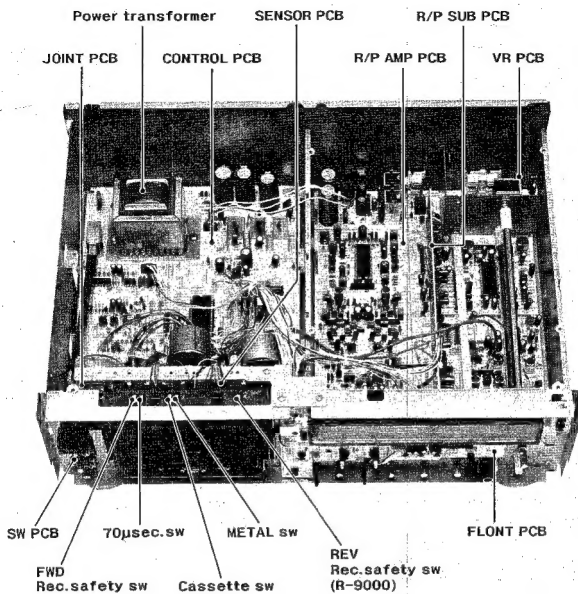

Fig. 3-1
1. Press the cassette switch (see Fig. 3-1) up to set the deck to the playback mode.
1. カセット・スイッチ (Fig. 3-1 参照) を上方に押しつけてプレイ・モードにする。